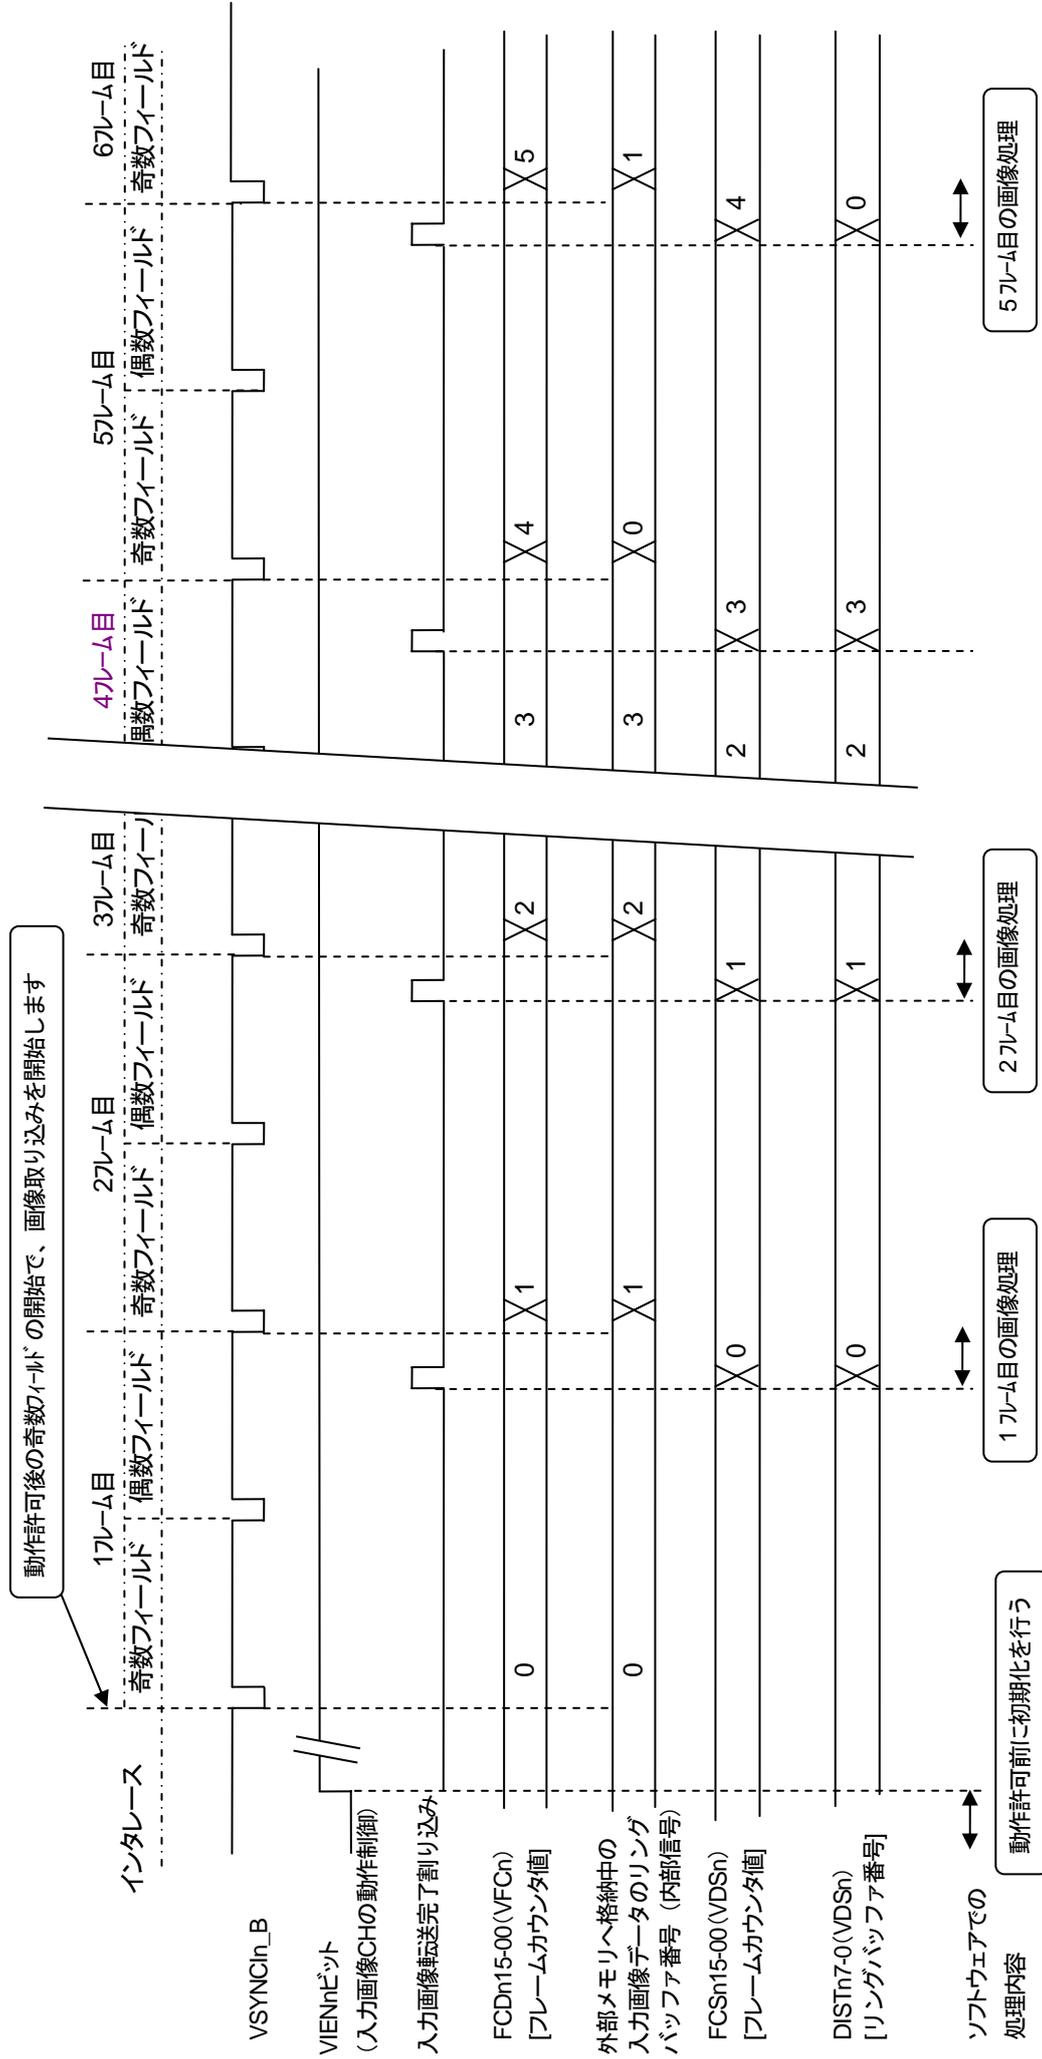

図 10-15 入力画像 CH の動作許可時の動作 (インターレース/リングバッファ数=4/全フィールドを取り込む設定)
- 図 10-15 入力画像 CH の動作許可時の動作 (インターレース/リングバッファ数=4/全フィールドを取り込む設定)